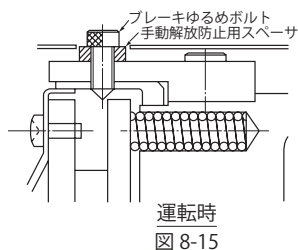

図 8-15
- (2) ブレーキを解放した後、再び元の状態に復帰させる場合は、安全のため(1)で取り外した手動解放防止用スペーサを元どおりに取り付けてください。(図 8-15 参照)
- (3) ブレーキゆるめボルトのサイズは次の通りです。